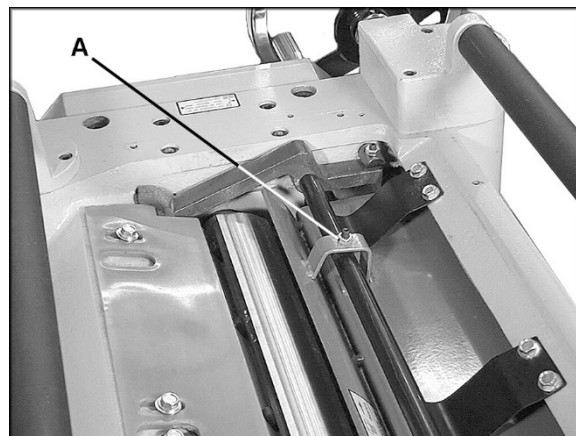

Рис. 24
2. Ослабьте стопорные гайки (А, см. Рис. 24) с двух сторон стружколомателя и прокрутите установочные винты, чтобы поднять или опустить стружколоматель. Установочные винты следует
3. Когда стружколоматель коснется мерного блока, затяните обе стопорные гайки (А, см. Рис. 24).